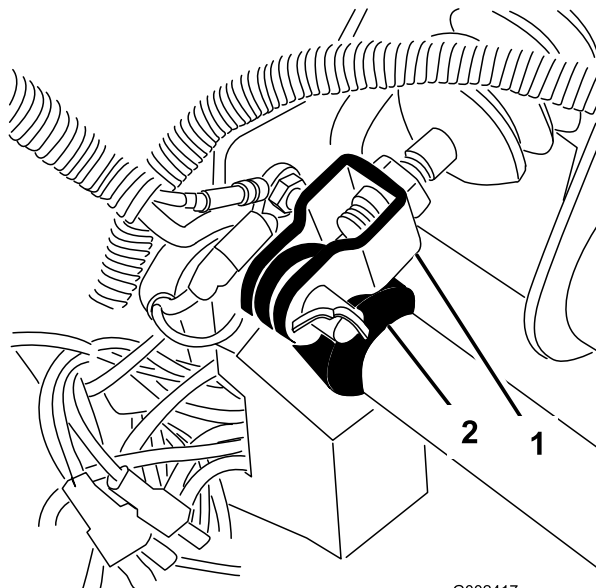

图 58
- 取下将主汽缸枢固定到刹车踏板枢轴上的开口销和柱销图 58。